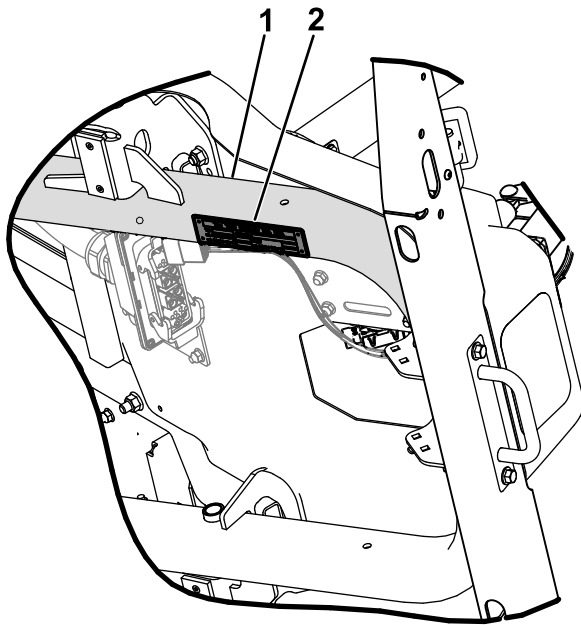

Figura 36
- Passate il fondo del telaio e la targa del numero di serie con un panno all'alcol (Figura 36).